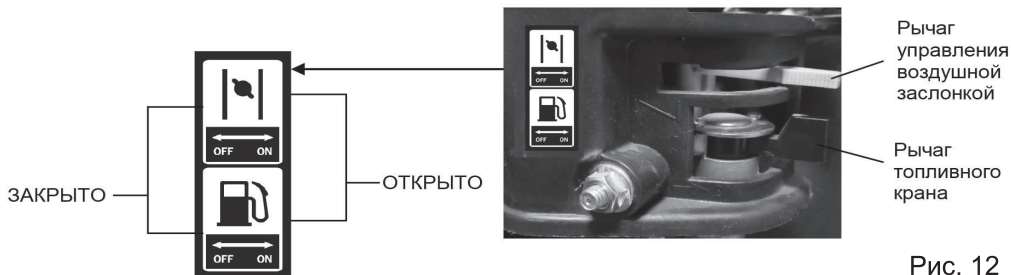

Рис. 12
1. Установите рычаг топливного крана в положение «ON» (ОТКРЫТО) (рис. 12).
2. При запуске холодного двигателя переведите рычаг управления воздушной заслонкой в положение «OFF» (ЗАКРЫТО) (рис. 12). Не закрывайте воздушную заслонку, если двигатель прогреет.